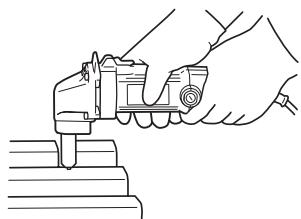
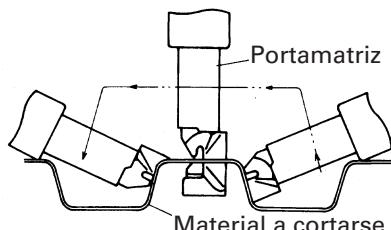

Fig. 5
Fig. 6
- (2) Sujete la máquina firmemente con ambas manos, como se muestra en la Fig. 5, alinee la forma de la chapa trapezoidal, empuje la máquina hacia adelante hasta que el portatroyuel quede en ángulo recto, como se muestra en la Fig. 6, y realice el corte.